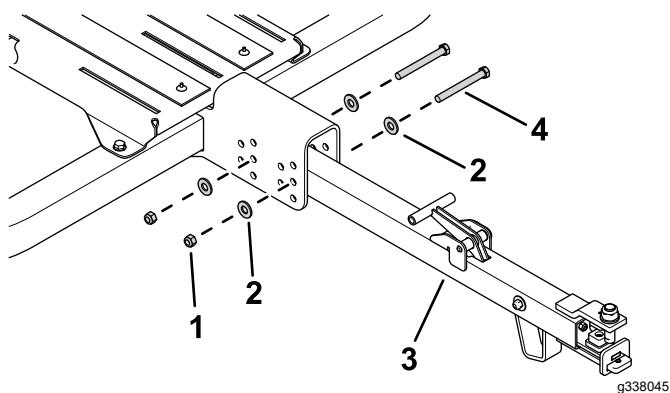

Figura 23
- Utilice 2 pernos (7/16"), 4 arandelas y 2 contratuerca para fijar la barra de remolque el bastidor principal (Figura 23).